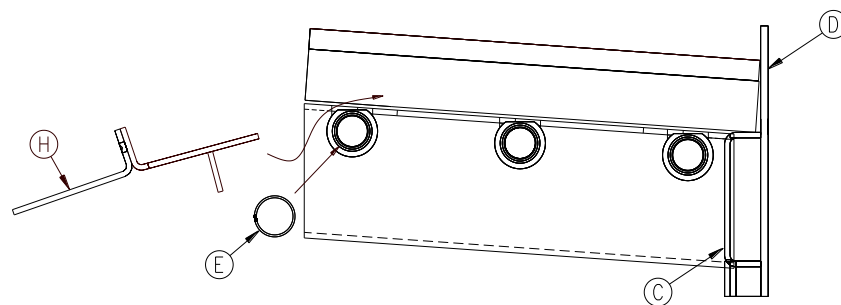

Figure 4.4c
3. Installez le support avant du déflecteur (H) en veillant à ce qu'il aille bien entre les montants avant et maintenez-le en place. Fixez le tube d'aération avant (E) tel qu'illustré à la figure 3.4c en veillant à ce que ses trous pointent vers l'avant de l'appareil. Installez les goupilles fendues tel qu'indiqué à la figure 4.4c. Le fait de fixer le tube d'aération avant (E) permettra à l'ensemble du coupe-feu de tenir en place pendant l'étape suivante.